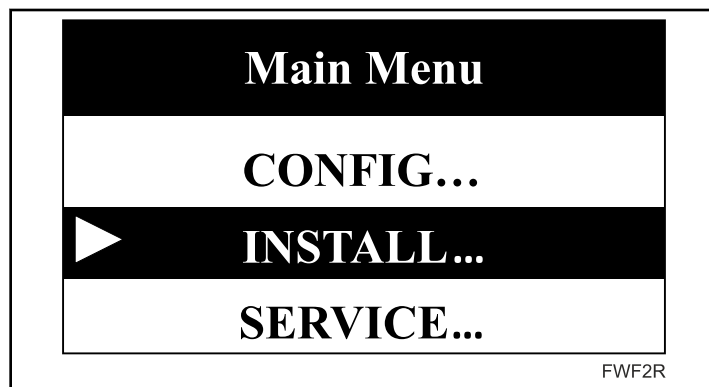

Figura 1
- Use as teclas “**UP**” [PARA CIMA] e “**DOWN**” [PARA BAIXO] para navegar no menu. Estas teclas são usadas para selecionar o item anterior ou seguinte no menu. O item selecionado do menu é exibido em cores invertidas e é exibido um símbolo de seta (totalmente colorido) à esquerda do item, apontando para o mesmo. Se a seta estiver totalmente colorida, o item pode ser ativado ao premir a tecla **FUNCTION** [FUNÇÃO]. Se for apenas exibido o contorno do símbolo de seta, o item selecionado tem apenas natureza informativa e não é possível a sua ativação. Consulte *Figura 1*.